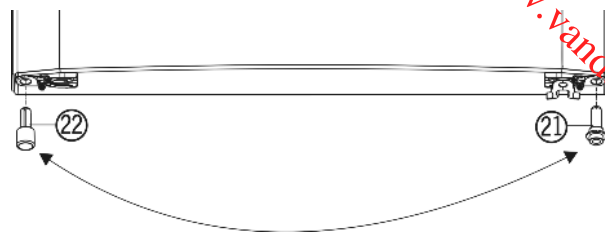

Fig. 4
- ▶ Retirer la butée *Fig. 4 (22)* de la porte en bas à gauche.
- Remettre la butée Fig. 4 (22) en bas à droite dans la porte.